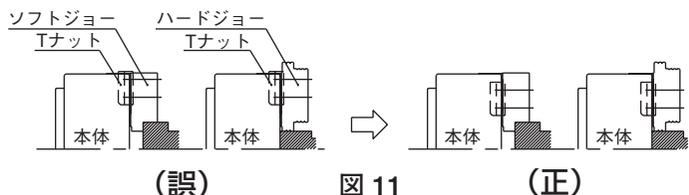

図 11
- Tナットはマスタジョーより飛び出さない状態で使用すること。(図11参照)